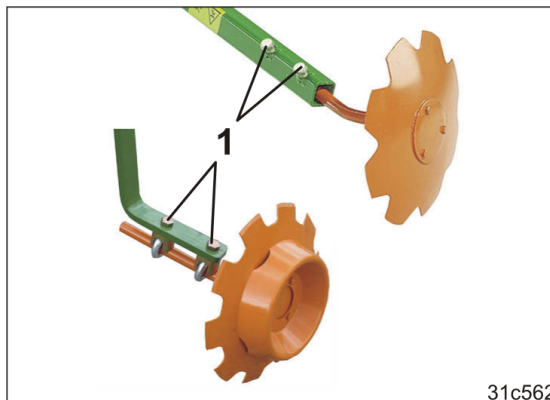

Рис. 170
- 4.3 Відверніть 2 гвинти (Рис. 170/1).
- 4.6 Затягніть гвинти (Рис. 170/1).